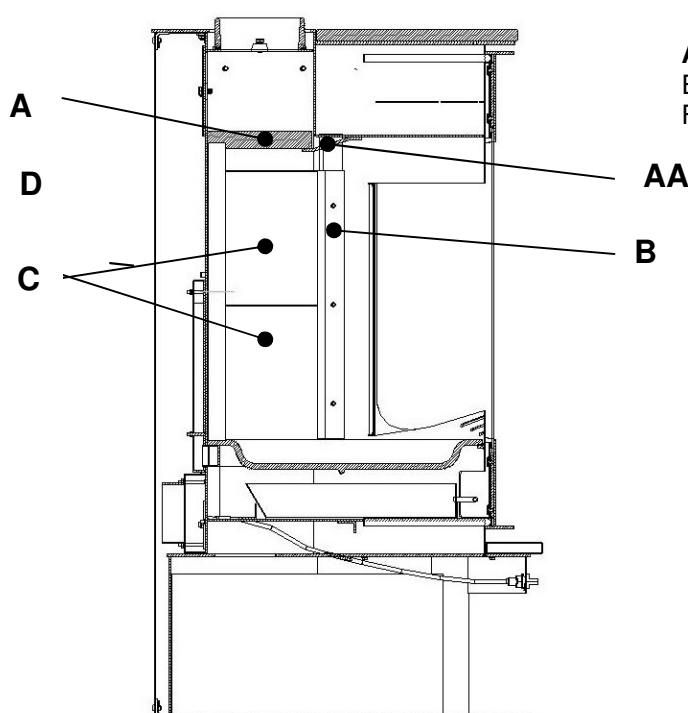

Abb. 5
Zur Reinigung der Rauchgaswege oder Auswechseln von Platten nehmen Sie die Feuerraumplatten im Feuerraum vorsichtig in der dargestellten Reihenfolge der folgenden Abbildung 5 (erst A, dann beidseitig Klemmleiste B abschrauben, etc.) heraus, Platte (A) liegt mittig lose auf Platten D und einem angeschweißten Halteeisen (AA). Bitte vorsichtig arbeiten, die Platten sind sehr zerbrechlich! Etwaige Ablagerungen von Ruß und Staub können weggebürstet und abgesaugt werden. Anschließend die Feuerraumplatten sorgfältig in umgekehrter Reihenfolge wieder einsetzen. Klemmleisten B wieder anschrauben.